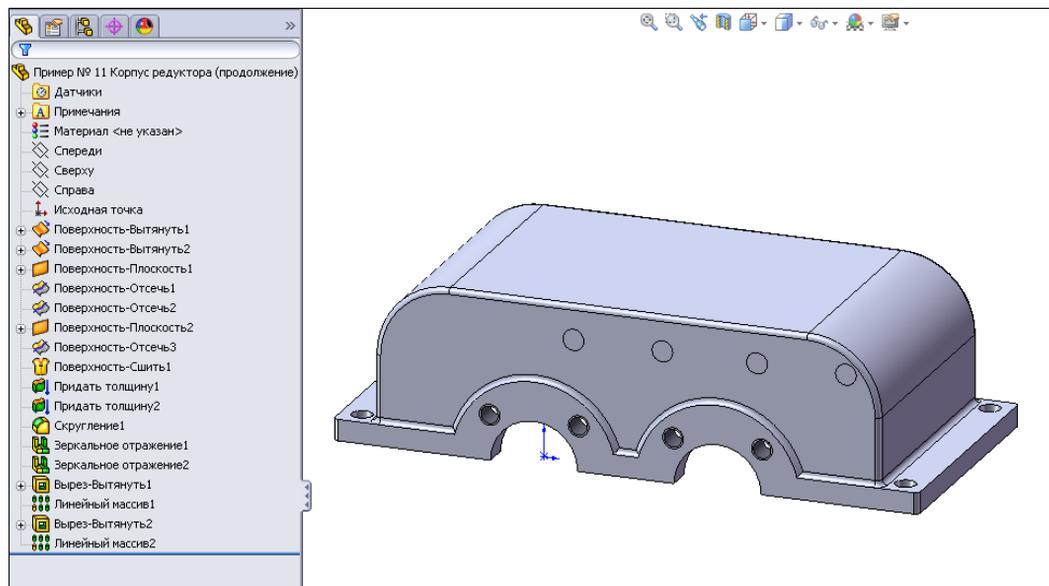

Рис. 2.141
11. Наждем кнопку **ОК**  и в результате получим готовый корпус редуктора, построенный при помощи вспомогательных поверхностей, зеркального отражения и линейных массивов (рис. 2.141).